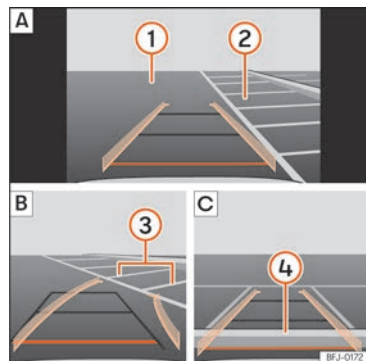

Abb. 167 Anzeige auf dem Bildschirm des Infotainment-Systems: Einparken mit dem Rückfahrassistenten.
Legende zur »» (Abb. 167):
- Bringen Sie das Fahrzeug vor die Parklücke >>> **(Abb. 167) ② A**.
- Fahren Sie rückwärts und drehen Sie das Lenkrad so, dass die gelben Linien in die Parklücke weisen. Die grünen und gelben Linien müssen mit den seitlichen Begrenzungslinien übereinstimmen **③ B**.
- Halten Sie das Fahrzeug an, wenn die rote Linie die hintere Begrenzung erreicht hat **④ C**.